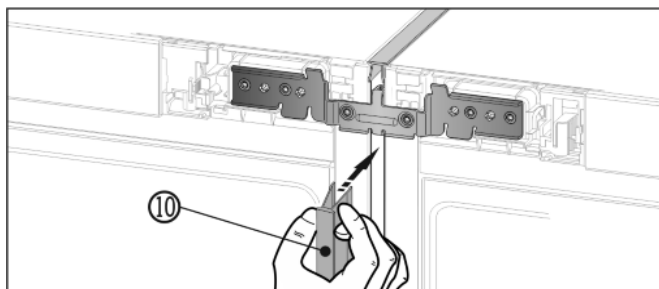

Fig. 14
- ▶ От предната страна притиснете дългата покривна лайсна Fig. 14 (10) във вертикалния процеп. Обърнете внимание на това, лайсната да легне върху свързващата ламарина.